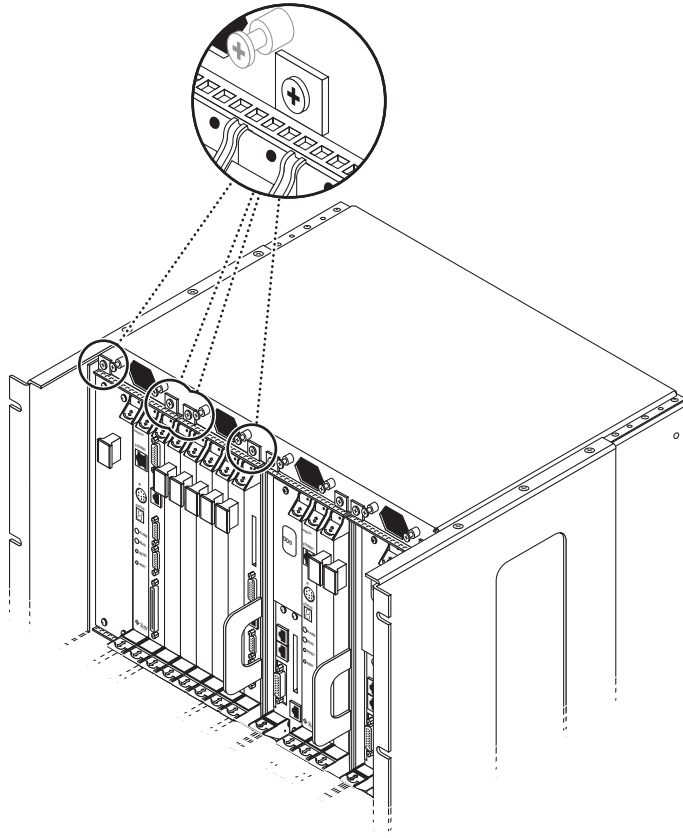

FIGURE 2-8 Desserrage des vis dans la partie supérieure d'un serveur Netra ct 800
- Si vous retirez un serveur Netra ct 800, desserrez les *quatre* vis imperdables noires placées dans la partie supérieure du serveur (FIGURE 2-8).